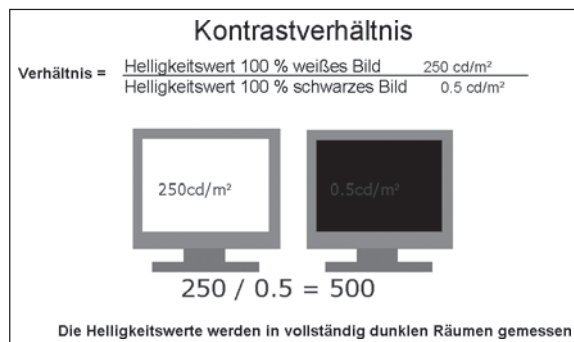

Bild 14: Berechnung des Kontrastverhältnisses
**Bild 14** zeigt, wie das Kontrastverhältnis aus dem Helligkeitswert 100 % weißes Licht zu Helligkeitswert 100 % schwarzes Licht berechnet wird. Da die Spannungsversorgung der Hintergrundbeleuchtung nie ausgeschaltet ist, bleibt ein minimaler Restlichtwert übrig, sodass die „Helligkeit“ eines schwarz geschalteten LCD bzw. schwarzen Bildes nie 0  $\text{cd}/\text{m}^2$  beträgt. Der Kontrast von TFT-Monitoren ist abhängig von der eingesetzten Technologie: